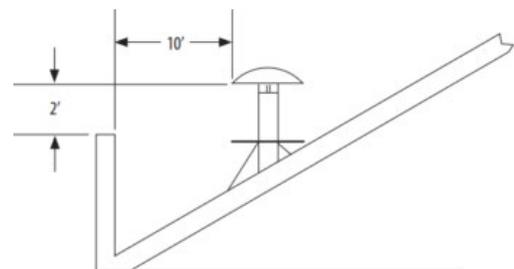

Figure 2- Exigences d'installation verticale
1. Le conduit doit se terminer à au moins 3 pieds au-dessus de la ligne de toit et au moins 2 pieds plus haut que toute partie du bâtiment à moins de 10 pieds. Voir la figure 2. Cette limitation peut être supprimée si une analyse technique démontre un fonctionnement normal et sûr de l'appareil.
2. Lorsqu'elle se termine à une hauteur de plus de 10 pieds, le conduit doit être supportée par une Bride d'Haubanage (GR).